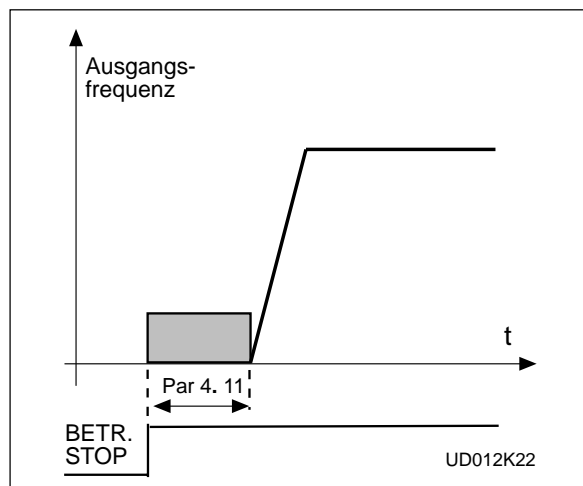

Bild 4.5-15 Gleichstrombremszeit bei Start.
- >0 Die Gleichstrombremsung wird aktiv nach Start-Befehl und Par. 4. 11 bestimmt die Zeit, nach der die Bremsung endet. Nach der Bremsung wird die Frequenz auf den eingestellten Sollwert erhöht gemäß der Start-Funktion, Par. 4. 6 und den gewählten Beschleunigungszeiten, (Par. 1. 3, 4. 1 oder 4. 2, 4. 3), siehe Bild 4.5-15.